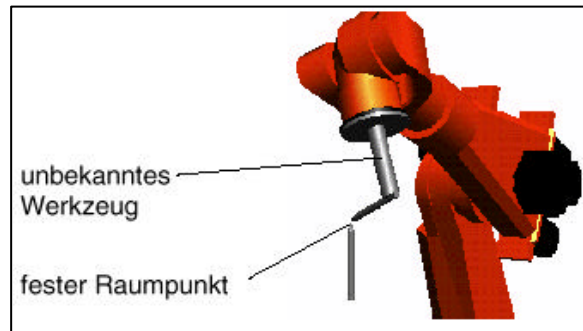

Bild 2.2
- Referenzpunkt aus beliebiger Richtung anfahren (Bild 2.2)